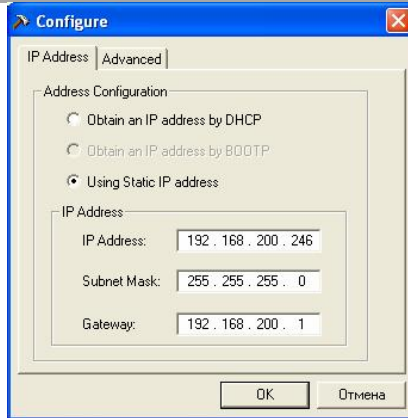

Figure 8 : Adresse IP pour le RPS
1. Cliquez sur l'un des RPS affiché et cliquez sur **Configurer** ou effectuez un double-clic directement sur le RPS. La page de l'adresse IP apparaît, voir la Figure 8.